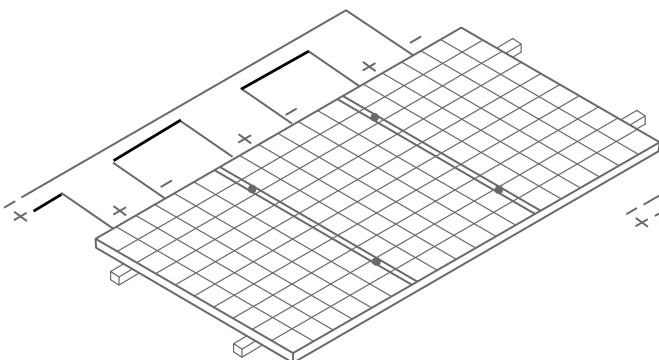

图 5 串联方式
- 不要在同一太阳能光伏系统中使用不同型号的组件。当组件串联在一起时，每串电压不能超过系统最大电压（串联方式如下图 5）。组件最大串联数参考公式： $\text{组件最大系统电压} / (1.25 * \text{开路电压})$ 。